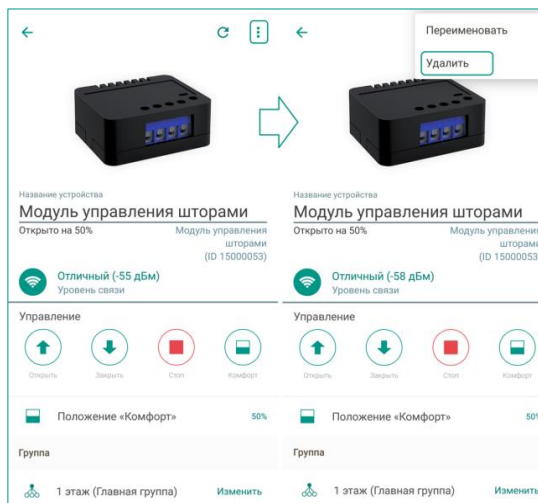

Рисунок 13.1 – Вызов меню на экране настройки модуля
- 1) В приложении на экране настройки модуля (см. рисунок 13.1).